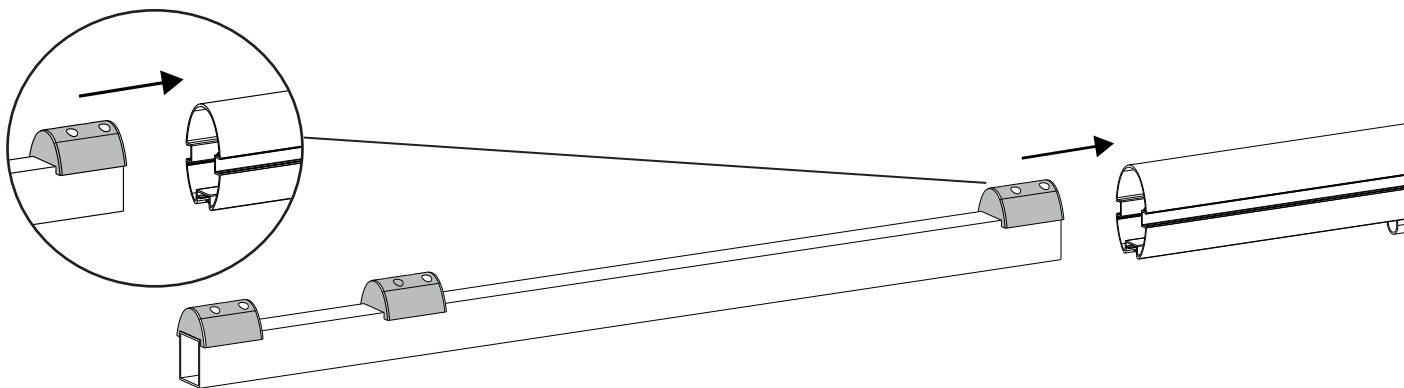

fig. 1
- 1_ Rimuovere eventuali residui di lavorazioni meccaniche (bave) o di colore dai 2 spezzoni di asta, quindi inserire il rinforzo asta, se presente, all'estremità dell'attacco flangia (fig. A) del primo spezzone da 4 m, allineandolo al profilo dell'asta. Fissare il rinforzo all'asta utilizzando le viti in dotazione, rispettando le quote di fig. 1;
- 1_ Remove any residue caused by machining (burrs) or colour from the 2 bar lengths, insert the reinforcement, if present, onto the end of the flange connection (fig. A) of the first 4m length, aligning it with the bar profile. Fix the reinforcement to the bar using the screws supplied and complying with the measurements given in fig. 1;
- 1_ Entfernen Sie die eventuellen Rückstände der mechanischen Bearbeitung (Grate) oder Farbückstände von den beiden Teilen der Stange, setzen Sie dann die Verstärkung, falls vorhanden, in das Ende des Flansch-Anschlusses (Abb. A) des ersten Teils zu 4 m ein und richten Sie sie mit dem Profil der Stange aus. Befestigen Sie die Verstärkung der Stange mit den mitgelieferten Schrauben unter Beachtung der Quoten von Abb. 1.
- 1_ Enlever tout résidu d'usinage (bavures) ou de couleur des 2 tronçons de tige, puis insérer la tige de renfort, le cas échéant, à l'extrémité du raccord de bride (fig. A) du premier tronçon de 4 m, en alignant le profil de la tige. Fixer le renfort à la tige en utilisant les vis fournies et en respectant les cotes de la fig. 1 ;
- 1_ Elimine los residuos de mecanizaciones (rebabas) o de pintura de las 2 secciones del asta, entonces introduzca el refuerzo del asta, si estuviera presente, en el extremo de enganche brida (fig. A) de la primera sección de 4 m, alineándolo con el perfil del asta. Fije el refuerzo al asta utilizando los tornillos entregados, respetando las medidas de la fig. 1 ;
- 1_ Remover eventuais resíduos de processamentos mecânicos (rebarbas) ou de tinta das duas partes da haste e, em seguida, inserir o reforço da haste, se presente, na extremidade do encaixe flange (fig. A) da primeira parte de 4 m, alinhando-o com o perfil da haste. Fixar o reforço da haste utilizando os parafusos fornecidos e respeitando as posições da fig. 1.